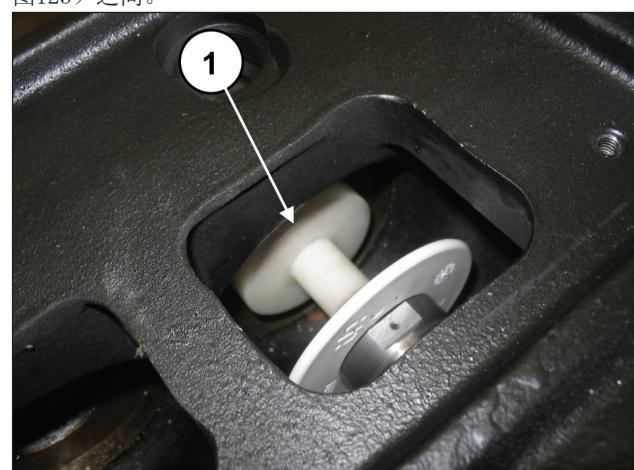

图123
将缓冲垫（代码27516600）插入活塞导承和活塞（①，图123）之间。